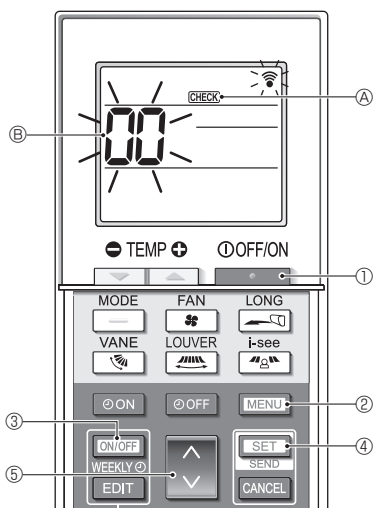

Fig. 7-5
■ Самодіагностика (Fig. 7-5)
1. Натисніть кнопку ① для зупинки кондиціонера.
- Якщо ввімкнено тижневий таймер (увімкнено режим **WEEKLY**), натисніть кнопку ③, щоб його вимкнути (режим **WEEKLY** вимкнено).
2. Натисніть і тримайте кнопку ② протягом 5 секунд.
- З'являється напис **CHECK** ④, і блок переходить у режим самодіагностики.
3. Натисніть кнопку ⑤, щоб вибрати адресу холодоагенту (адресу M-NET) ⑥ внутрішнього блока, для якого потрібно виконати самодіагностику.
4. Натисніть кнопку ④.
5. Натисніть кнопку ①.
- Зникають напис **CHECK** ④ і адреса холодоагенту (адреса M-NET) ⑥ — самодіагностика завершено.